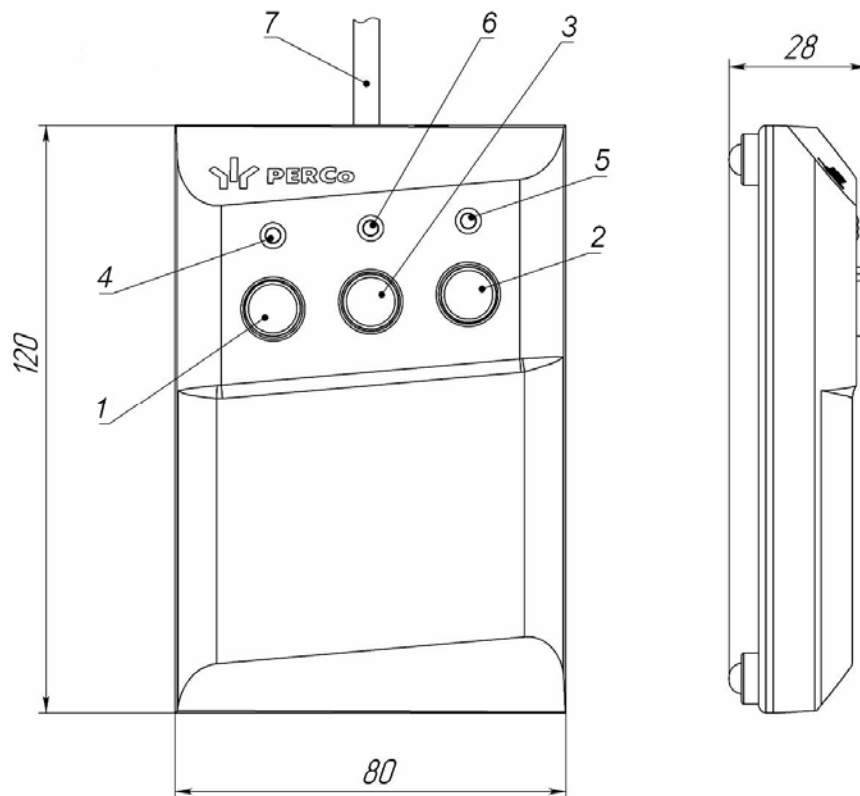
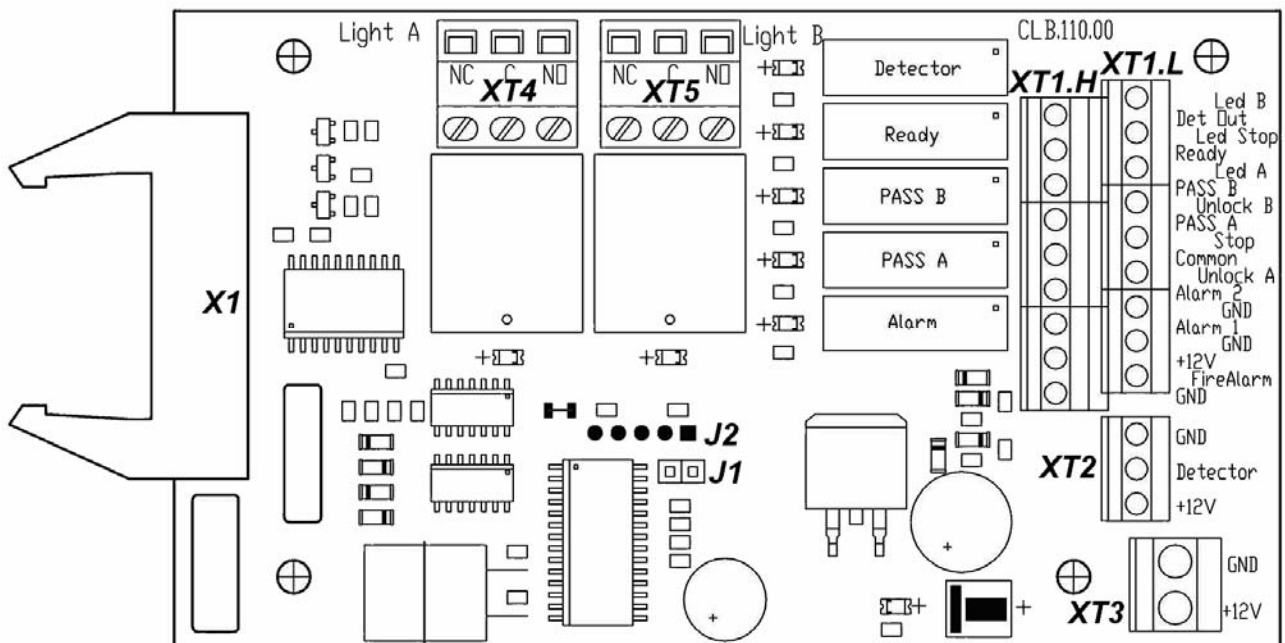

Abbildung 4. Außenansicht und die Abmessungen des Schaltpultes
Abbildung 5. Außenansicht der Steuerplatte
Innerhalb des Drehkreuzfußes ist der Träger mit der eingestellten Platte der Steuerung des Drehkreuzes **CLB** (weiter – die Steuerplatte) und den Klemmen für das Anschließen der äußerlichen Einrichtungen gelegen. An die Platte werden Schalterpult, die Ausgänge ZKS, die Funkfernbedienung, die Einrichtung für die Abgabe des Befehls der Noteröffnung des Durchgangs *Fire Alarm* (weiter – *die Einrichtung Fire Alarm*) angeschlossen. Auf die Klemmen des Anschließens der äußerlichen Einrichtungen sind die Linien des Anschließens der Stromquelle, der Linie der Signale der Ableser herausgeführt. Das Anschließen der äußerlichen Einrichtungen wird entsprechend dem Schema des Anschließens des Drehkreuzes und der zusätzlichen Ausrüstung (erzeugt siehe die Abb. 11). Die Steuerplatte ist auf der Abb. 5 dargestellt.
Der Schalterpult (13) ist in Form vom kleinen Tischgerät im Körper aus stoßfesten ABS erfüllt und ist für die Aufgabe und die Indikation der Regimes der Arbeit bei der Handbedienung des Drehkreuzes vorbestimmt. Der Schalterpult wird an die Platte vom flexiblen mehradrigen Kabel (14) durch den Klemmleisten **XT1.L** angeschlossen (siehe die Abb. 5). Der allgemeine Blick des Schalterpultes ist auf der Abb. 4 vorgeführt.
Auf dem Gesichtspaneel des Schalterpultkörpers sind drei Knöpfe für die Einstellung des Arbeitszustandes des Drehkreuzes gelegen. Über den Knöpfen sind die Indikatoren gelegen. Der mittlere Knopf (weiter – der Knopf **STOP**) ist für die Umschaltung des Drehkreuzes ins Regime „*Durchgangsverbot*“ vorbestimmt. Der linke und rechte Knopf sind für die Deblockierung des Drehkreuzes in der gewählten Richtung vorbestimmt. Es ist möglich die Orientierung des Schalterpultes bezüglich der Drehkreuzanlage zu ändern (wenn im Aufstellungsort das Drehkreuz zum Operator nicht mit der Vorder-, sondern mit der Hinterseite gewandt ist), wobei man die Leitungen vom Schalterpult, angeschlossen an die Kontakte *Unlock A* und *Unlock B*, sowie *Led A* und *Led B* entsprechend getauscht (siehe Abb. 5 und 11).
Auf der Steuerplatte (siehe Abb. 5) sind gelegen:
Bezeichnungen der auf der Platte CLB aufgestellten Klemmleisten und die Bestimmung ihrer Kontakte sind auf der Abb. 5 vorgeführt.
Die Tatsache der Abnutzung/Lassen des Relais **PASS A**, **PASS B**, **Ready**, **Detector** und **Alarm** kann man nach dem Anbrennen/Löschen der roten Indikatoren bestimmen, die unweit der angegebenen Relais aufgestellt sind (siehe die Abb. 5).
Steuermodus wird durch die Steckbrücke auf dem Stecker **J1** bestimmt, die Anordnung des Steckers **J1** ist auf der Abb. 5 gezeigt: die Steckbrücke ist aufgestellt – der Impuls-Modus, die Steckbrücke ist abgenommen – Potential-Modus.
Auf die Kontakte *Det Out* und *Common* des Klemmleistsens **XT1.H** der Steuerplatte (siehe die Abb. 5) immer wird das Signal über den laufenden Zustand des Kontrollensors des Durchganges gesendet.